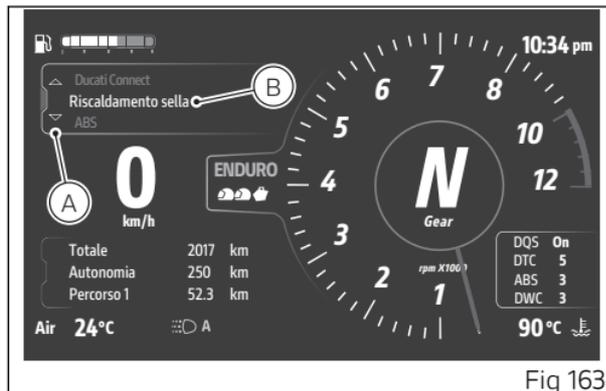

Fig 163
- Selezionare l'Interactive Menu (A, Fig 163) tenendo premuto a lungo il joystick in posizione ▲.
- Tramite joystick ▲ ▼ selezionare la voce "Riscaldamento sella" (B, Fig 163) e premere ENTER.